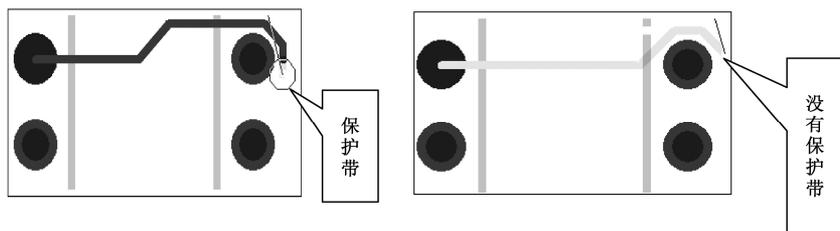

图 7-13 保护带效果图
2) 显示保护带:如果 On-line DRC 被设置成“Prevent Errors”(阻止错误发生),则在错误的地方显示八边形标记,即保护带,如图 7-13 所示。